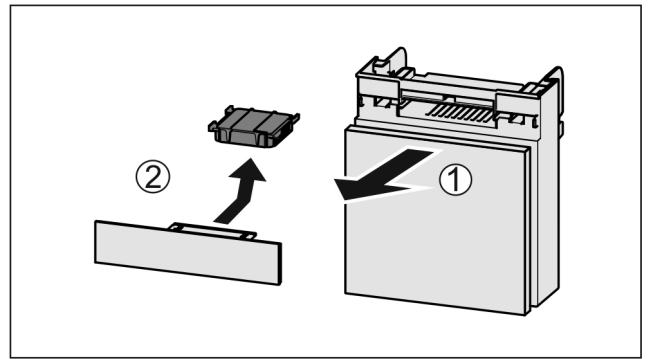

Fig. 135
- ▶ Lade vanaf de voorkant eruit trekken Fig. 135 (1).
- ▶ Actiefkoolfilter verwijderen Fig. 135 (2).